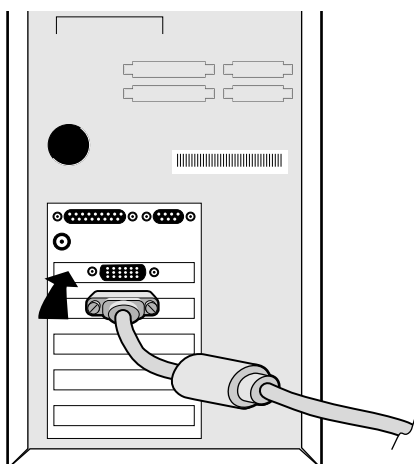
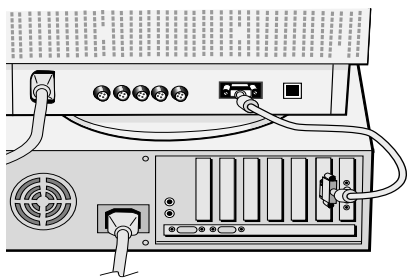

Figure A.1
Figure A.2
2. Pour le PC : Connecter la mini-fiche D-SUB à 15 broches du câble d'interface au connecteur sur la carte vidéo de votre ordinateur (**Figure A.1**) et l'autre extrémité du câble d'interface à l'arrière du moniteur (**Figure A.2**). Serrer toutes les vis.